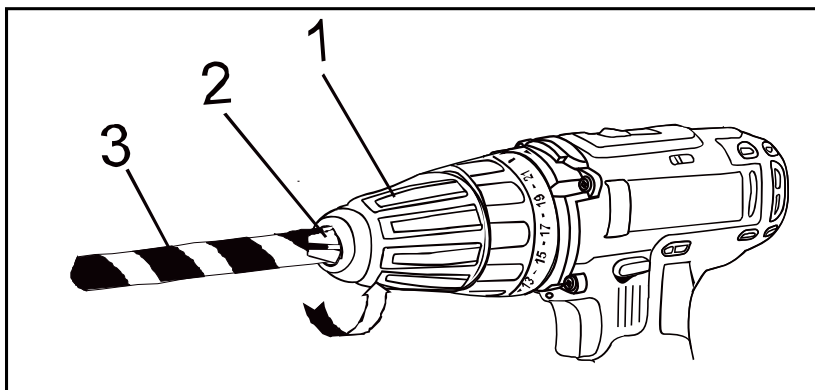

рис.8
Поверните гильзу патрона (1) в направлении движения часовой стрелки, пока губки патрона (2) не сойдутся равномерно и оснастка не будет надежно зажата (Рис. 8).